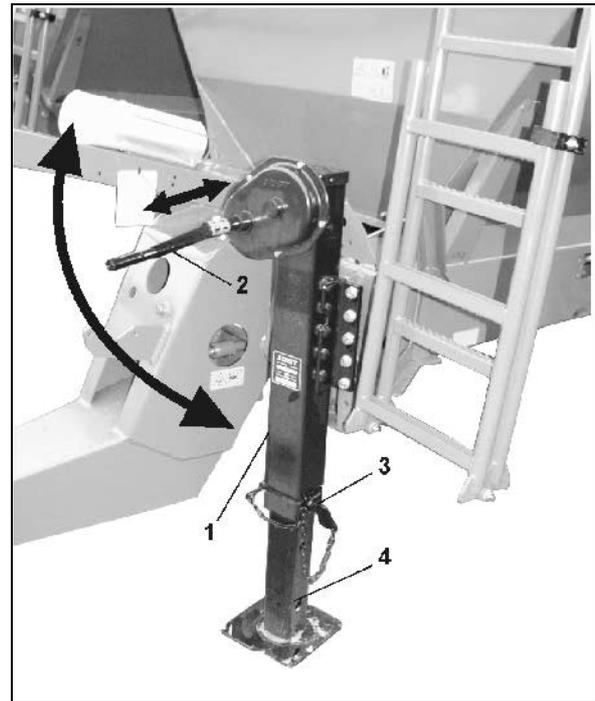

Рис. 39
1. Опорную стойку (Рис. 39/1) поднимите до упора вверх посредством вращения приводной ручки (Рис. 39/2).
2. Извлеките палец (Рис. 39/3) из опорной стойки.
4. Вставьте палец в нижнее отверстие (Рис. 39/4) и зафиксируйте.